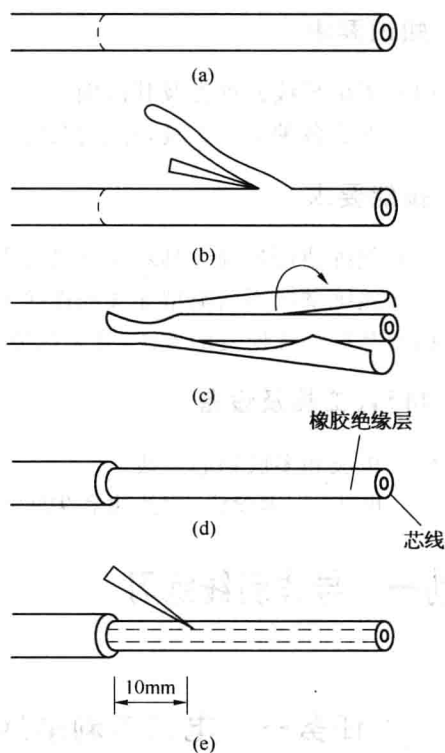

图 1-3 橡胶线保护层的剥削
橡胶线保护层剥削的方法步骤如图 1-3 所示。
- (1) 按所需线头长度在最外层用电工刀划破一圈,如图 1-3(a)所示。
(2) 用电工刀削去一条保护层,如图 1-3(b)所示。
(3) 将剩余的保护层剥离,如图 1-3(c)所示。
(4) 露出橡胶绝缘层,如图 1-3(d)所示。
(5) 在距离保护层约 10 mm 处,用电工刀 45° 左右倾斜切入塑料绝缘层,并按塑料硬导线绝缘层的剥削方法剥去橡胶绝缘层,如图 1-3(e)所示。